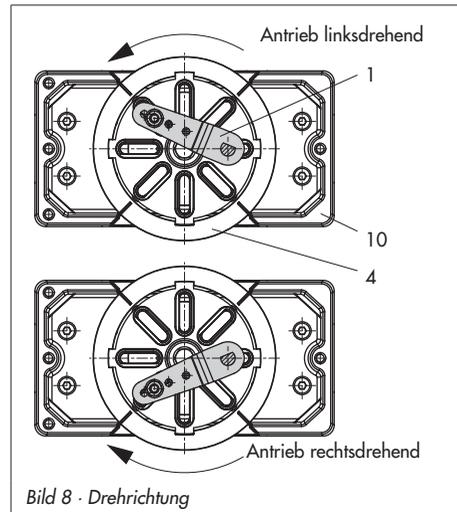

Bild 8 · Drehrichtung
1. Gehäuse (10) am Schwenkantrieb montieren. Bei VDI/VDE-Anbau ggf. die Distanzstücke (11) unterlegen.
2. **Bei SAMSON-Schwenkantrieb Typ 3278 und VETEC S160** den Adapter (5) am freien Wellenende des Schwenkantriebs verschrauben, **bei VETEC R** den Adapter (5.1) aufstecken. **Bei Typ 3278, VETEC S160 und VETEC R** Adapter (3) aufstecken, **bei VDI/VDE-Ausführung** nur wenn für Antriebsgröße erforderlich.
4. Kupplung (4) auf die geschlitzte Antriebswelle bzw. den Adapter (3) aufstecken und mit Schraube (4.1) und Tellerfeder (4.2) festschrauben.
5. Am Hebel M (1) des Stellungsreglers den Standard-Abtaststift (2) herausschrauben. Den Abtaststift ($\varnothing 5$) aus dem Anbausatz an Stiftposition 90° verschrauben.
6. Ggf. Manometerhalter (7) mit Manometern oder bei erforderlichen Anschlussgewinde G $\frac{1}{4}$ die Anschlussplatte (6) montieren, auf richtigen Sitz der beiden Dichtringe (6.1) achten. Bei doppelt wirkenden federlosen Schwenkantrieben wird ein Umkehrverstärker für den Anbau am Antrieb benötigt, siehe dazu Kapitel 4.5.
8. Stellungsregler auf das Gehäuse (10) setzen und festschrauben. Dabei den Hebel (1) so ausrichten, dass er unter Berücksichtigung der Drehrichtung des Antriebs mit seinem Abtaststift in den entsprechenden Schlitz eingreift (Bild 8).